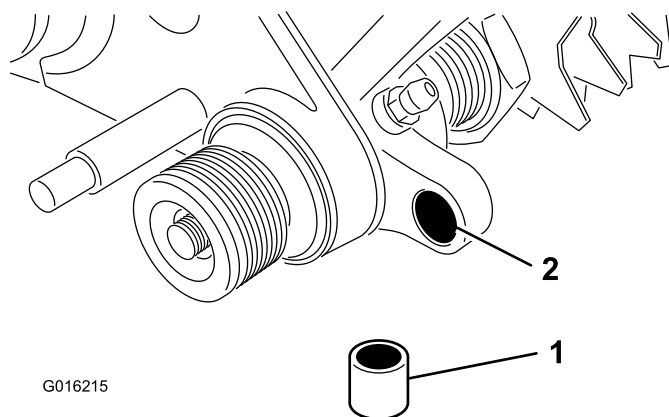

図 9
20. 右側ドライブ・アセンブリの穴にブッシュを挿入する 図 9。